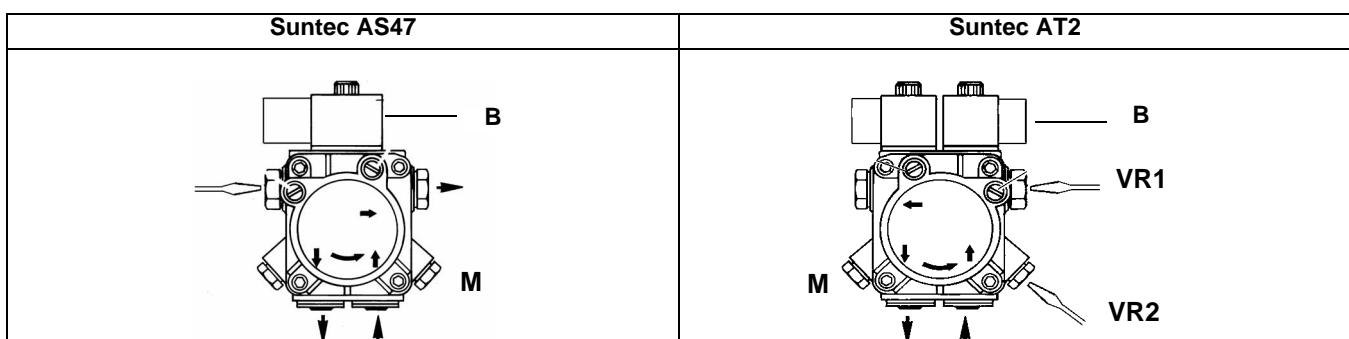

Рис. 21
- 6) (только для горелок **HS18**) для того, чтобы отрегулировать запуск на уменьшенной мощности, на фазе предварительной продувки отрегулировать давление на насосе с помощью винта **VR1** (Рис. 21), на основании расхода, требуемого при розжиге (например 9-10 бар), никогда не опускаясь ниже 8 бар.
- 7) (только для горелок **HS18**) после фазы розжига, электронный блок контроля пламени дает команду на ввод в действие второй ступени (пламя в режиме): отрегулировать давление на насосе с помощью винта **VR2** (Рис. 21), на основании требуемого расхода, (например 17-18 бар), никогда не превышая давление свыше 18 бар.
- 10) заново подсоединить катушку **B** к насосу (Рис. 21);